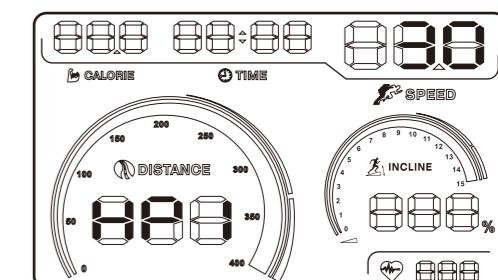

图26
- 时间确定后，按住面板上 Training Prog 键 ，直至屏幕右上角会显示30的数字，这是年龄数值，请按 SPEED (速度) 的+ (增加) / - (减少) 键调整年龄值。调整好年龄，再次按下 Training Prog 键 ，确认并进入下一数值设置。（图26所示）。